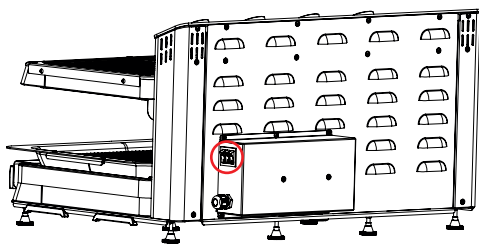
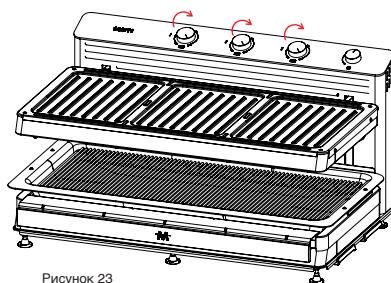

Рисунок 22
Рисунок 23
- Если ваше устройство не включается после подключения к сети, убедитесь, что переключатели включения/выключения находятся в положении (I).
- Если переключатели включения/выключения находятся в положении (I) (см. Рисунок 22), увеличьте мощность с помощью кнопки регулировки мощности (см. Рисунок 23). Если устройство по-прежнему не работает, убедитесь, что подвижный лоток установлен на своё место внутри устройства.